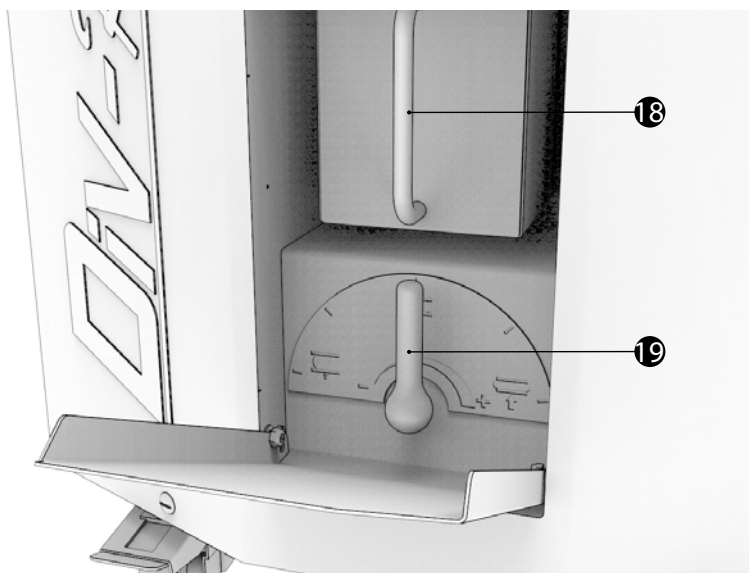

fig.7
- D - اضبط معدل تدفق منفضة الدقيق باستخدام المؤشر المنزلق (fig.7, n°26).